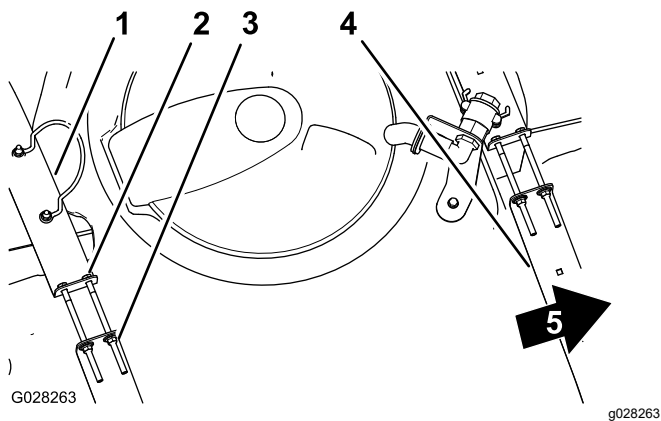

Рисунок 21
2. Убедитесь в отсутствии люфта между хомутами и баком (Рисунок 21).
3. Если хомуты вокруг бака ослаблены, затяните фланцевые контргайки и болты в верхней части хомутов заподлицо с поверхностью бака (Рисунок 21).